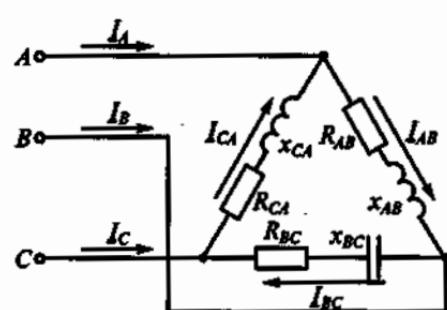

Рис. 132
3.109.Р. Каковы будут сопротивления R_{CA} и x_{CA} на рис. 132, если $I_{AB} = 8 \text{ А}$, $I_{BC} = 6 \text{ А}$, $I_{CA} = 10 \text{ А}$; $R_{AB} = 5 \text{ Ом}$, $R_{BC} = 10 \text{ Ом}$, $x_{AB} = 8 \text{ Ом}$, $x_{BC} = 7 \text{ Ом}$; активная мощность потребителя $P = 2680 \text{ Вт}$, а реактивная $Q = 1760 \text{ вар}$?